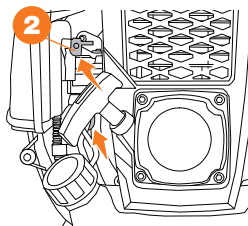

Рис. 10
- При запуске холодного двигателя прокачайте 4-5 раз ручным топливным насосом (праймером) топливо в карбюратор до его заполнения и переведите рычаг воздушной заслонки ❷ в положение «**ЗАКРЫТО**» верхнее положение (Рис. 10).